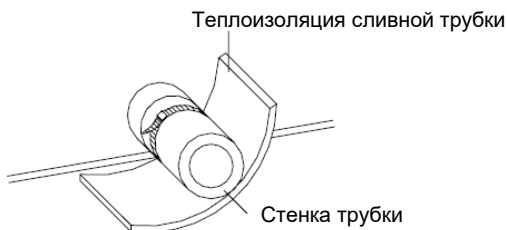

Рис.13: Теплоизоляция сливной трубки
- а. Дренажная труба должна быть установлена с уклоном 5-10°, чтобы обеспечить хороший отвод конденсата. Стыки сливной трубки должны быть покрыты теплоизоляционным материалом для предотвращения образования конденсата на трубе (см. рис. 13).